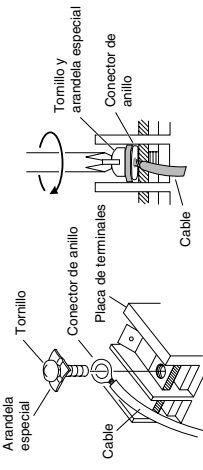

Fig. 3-28
(4) Coloque el cable de conector de anillo y vuelva a colocar y a apretar el tornillo del terminal extraído con un destornillador. (Fig. 3-28)